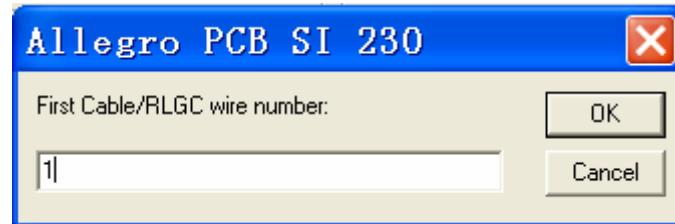

图 7-16 输入第一个连接器管脚的起始数
- 在第一个 RLGC Wire Number 区域输入 1；这表示连接器管脚的起始数。如图 7-16：